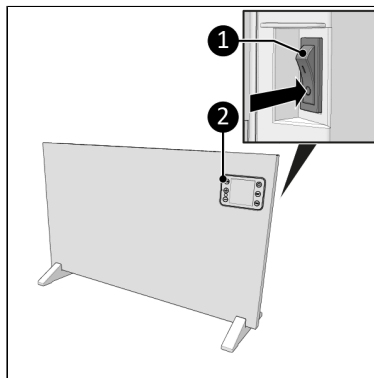

Figure 67.
1. Placez le commutateur ON/OFF en position ON (Figure 67, pos. 1).
2. L'écran (Figure 67, pos. 2) affiche OFF.